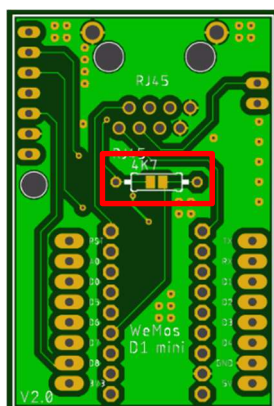

Figura 16 - Resistência de $4K7\Omega$
2. Ainda na mesma face da placa, coloque a resistência de $4K7\Omega$ no local destinado e proceda à sua soldadura, caso não deseje colocar a resistência, terá de soldar o *solder jumper* que se encontra no mesmo local (Figura 16).